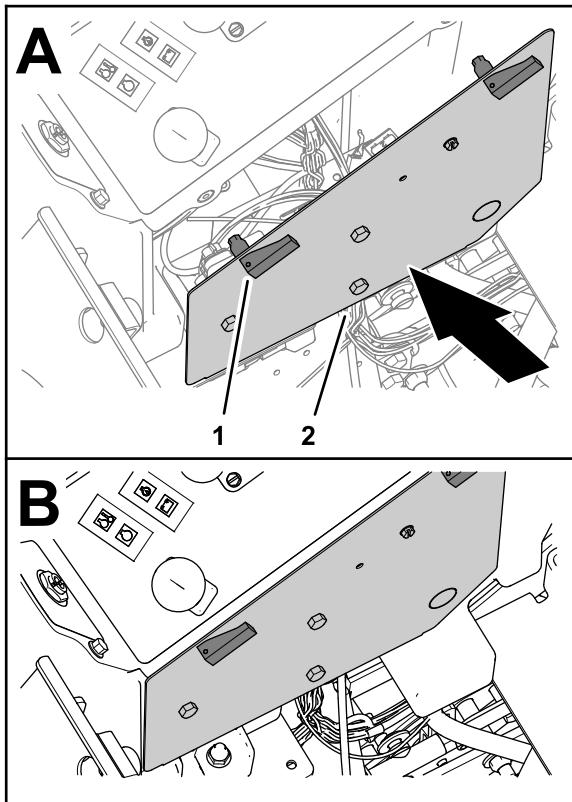

Рисунок 14
1. Совместите защелки крышки панели управления с отверстиями в панели управления (Рисунок 14).
2. Зафиксируйте крышку защелками (Рисунок 14).